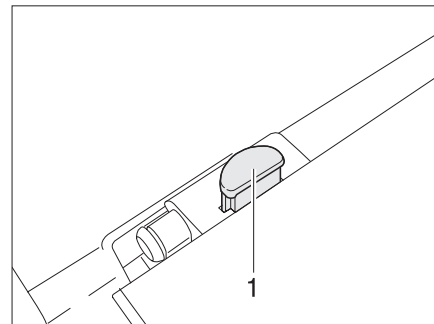

Fig. 41 Bloqueo tablero de mesa
- ▶ En el bloqueo del tablero de mesa pulsar el botón de desbloqueo (Fig. 41,1).